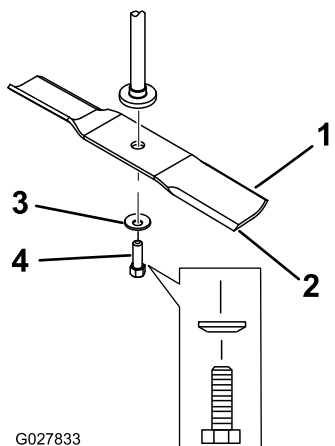

Figura 56
2. Retire del eje el perno de la cuchilla, la arandela curva y la cuchilla (**Figura 56**).
- Instale la cuchilla en el eje (Figura 56).
- Instale la arandela curva (con la copa hacia la cuchilla) y el perno de la cuchilla (Figura 56).